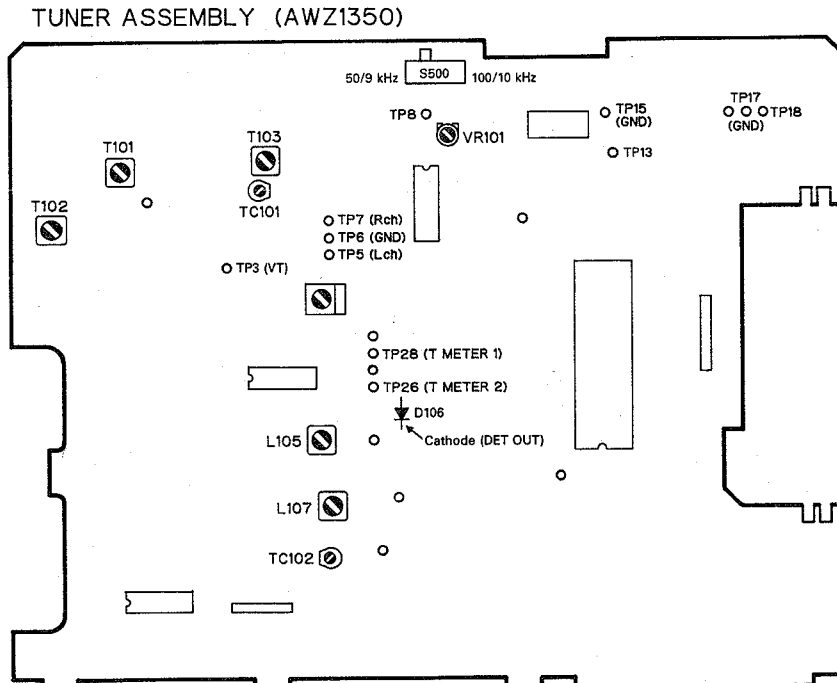

Fig. 8-3 Adjustment point
- Fournir un courant continu de 12 V entre TP18 et TP17, et entre TP13 et TP15 (voir Fig. 8-3).